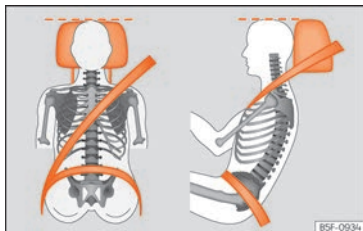

Fig. 85 Appuie-tête correctement réglé, vu de face et latéralement.
- Réglez l'appuie-tête de telle manière que son bord supérieur soit dans la mesure du possible à la même hauteur que la partie supérieure de votre tête, et au moins à la hauteur des yeux » » fig. 85.